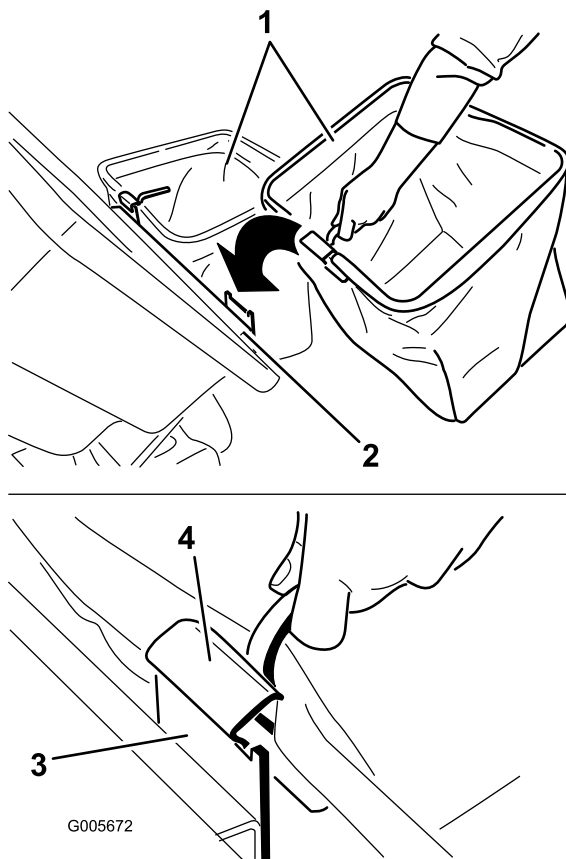

Figure 16
6. Pour installer les bacs, glissez les crochets de l'armature sur les pattes de retenue (Figure 16).